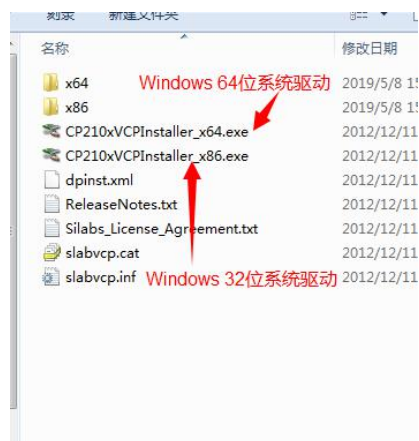

图 5.3
5.2.2 根据系统选择 X86 或者 X64 安装软件，如图 5.3